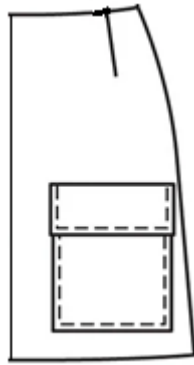

Рисунок 1 – Фрагмент юбки. Переднее полотнище с накладным карманом и клапаном
**Второй этап:** Моделирование фрагмента заданной модели **«Фрагмент переднего полотнища юбки с карманом»** (стр. 7, рис. 1) в натуральную величину и изготовление лекал
**Третий этап:** Изготовление (пошив) образца фрагмента заданной модели (стр. 7, рис. 1) женской юбки.
1) Внешний вид фрагмента заданного изделия должен полностью соответствовать техническому рисунку модели и художественно-техническому описанию (стр. 3, табл.1) и рисунку фрагмента(стр. 7, рис. 1).